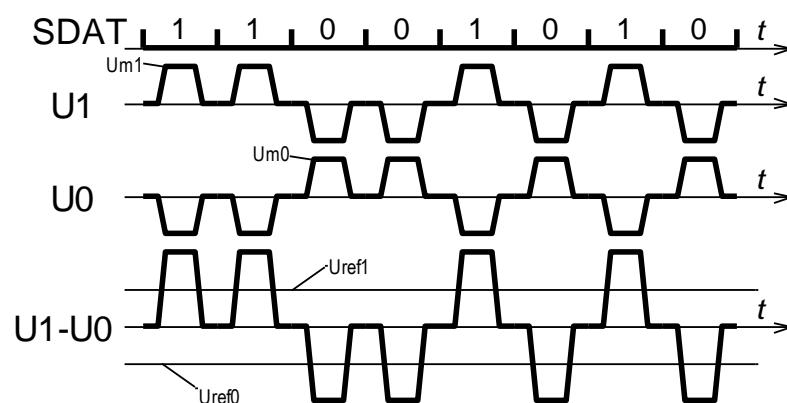

Рис.1. Пример диаграмм сигналов стандарта ARINC 429
Стандарт ARINC-429, разработанный фирмой ARINC, предназначен для межсистемного обмена информацией в коммерческих и транспортных самолётах (в России это ГОСТ-18977-79). Скорость передачи 12.5, 50 или 100 кбит/сек. Соединительные провода — экранированные витые пары. На одной шине (витой паре) может быть только один передатчик и не более 20 приемников. Передатчик всегда активен, он либо передаёт слова данных или выдаёт "пустой" уровень (0 В). Размер слова составляет 32 бита. Бит 32 — контроль четности (дополнение до нечетного числа единиц). Код — биполярный самосинхронизирующийся, с возвратом к нулю (RZ). Логической единице соответствует положительный импульс, а логическому нулю — отрицательный импульс. Длительность импульса равна половине интервала следования (длительности такта). Импульсы должны иметь пологие фронты примерно 0.1-0.3 от длительности импульса. Пример фрагмента временных диаграмм сигналов шины стандарта ARINC 429 приведен на рис.1.